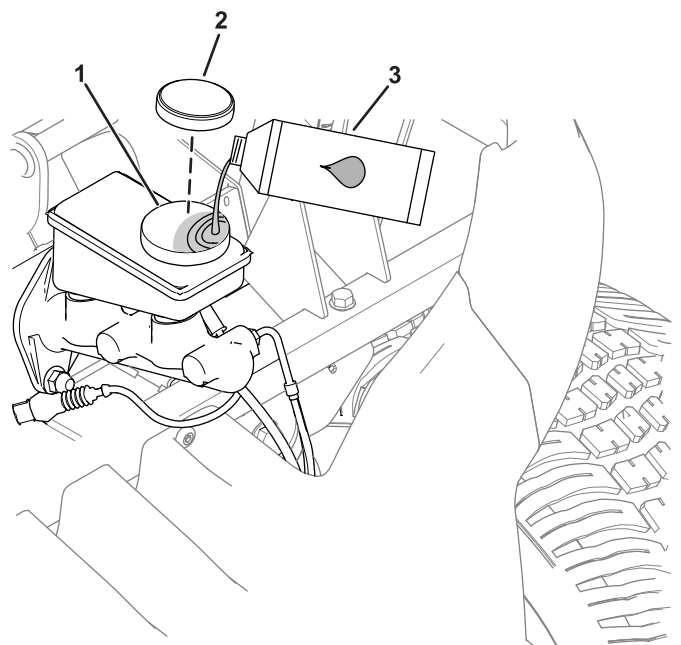

Figure 44
1. Déposez le capot pour accéder au maître-cylindre de frein et au réservoir (Figure 44).
- A. Nettoyez la surface autour du bouchon du réservoir et enlevez le bouchon (Figure 44).
C. Remettez le bouchon du réservoir (Figure 44).